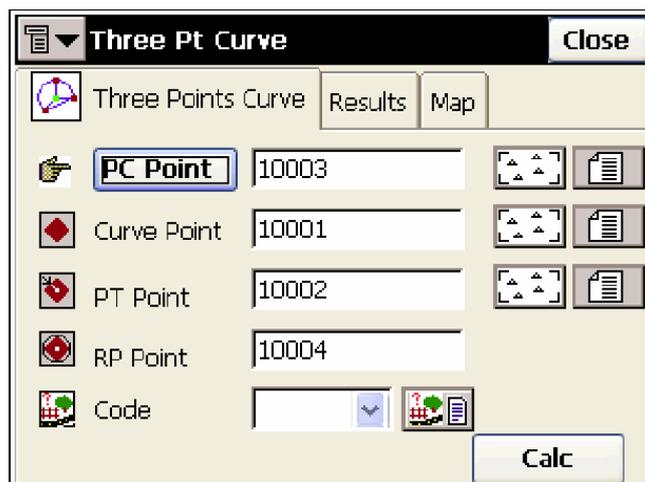

Рисунок 8-9. Построение кривой по трем точкам
1. Выберите исходные данные, необходимые для решения задачи (рис. 8-9 на стр. 8-9). Вид появляющегося после этого окна зависит от первой выбранной точки. Если Вы задаете центр кривой, выберите имя и код этой точки.